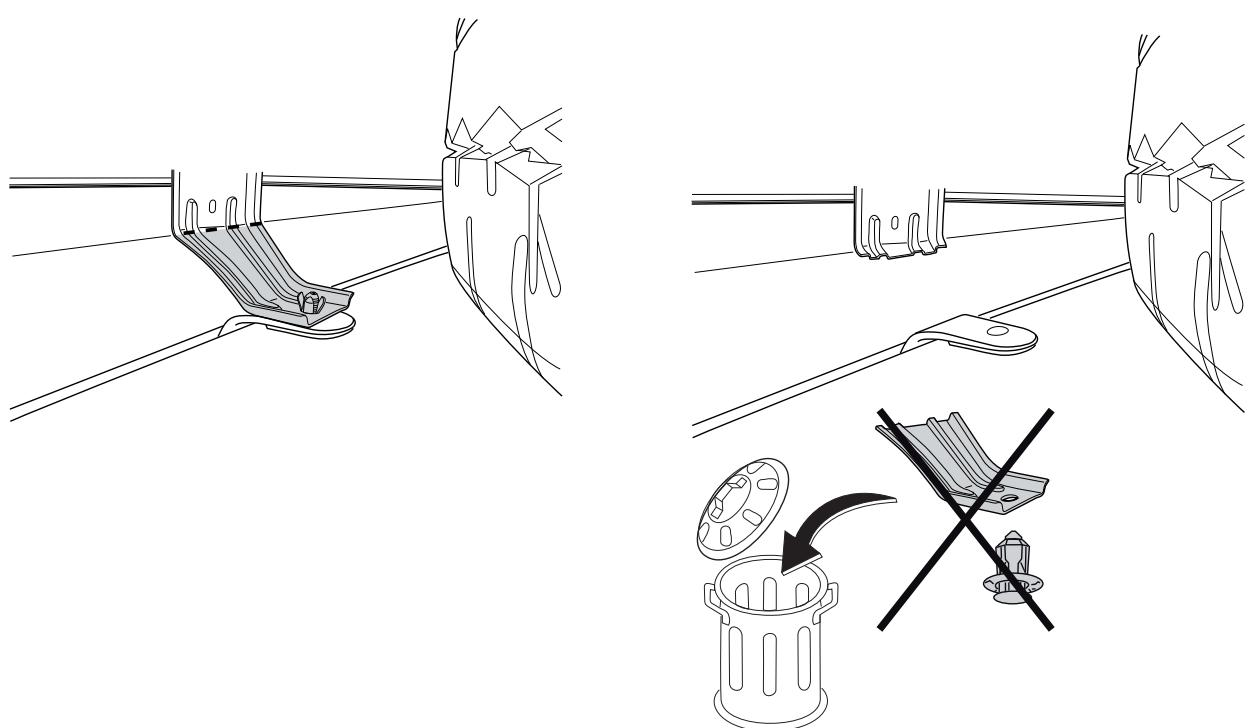

Fig. 1
5. Saw out the indicated section in accordance with figure 1.
5. Gemäß Abb. 1 das angegebene Teil herausschneiden.
5. Scier la partie indiquée conformément à la figure 1.